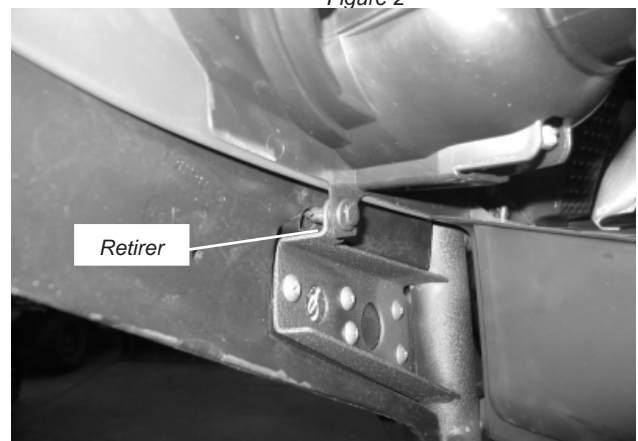

Figure 3
3. Retirer les rivets en plastique qui retiennent les cadrans de phare à la barre d'appui. (Figure 3)